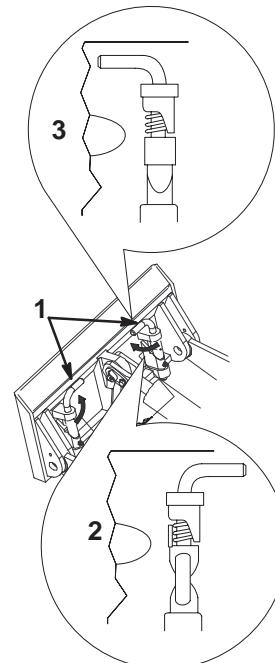

Bild 21
7. Lassen die Schnellbefestigungsstifte eingreifen und stellen Sie sicher, dass sie vollständig in der Montageplatte sitzen (Bild 21).